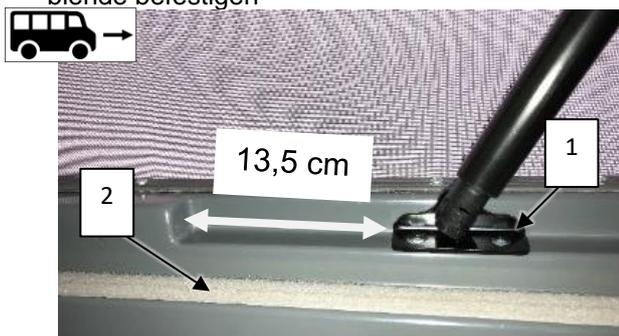

Abb. 9-1: Dämpferposition und Flauschband
- Die Dämpferhalter (s. Abb. 9-1, 1) mit dem Kugelkopf zur Fahrzeugmitte und mit einem Abstand von 13,5 cm von der Kante auf dem EasyFit-Rahmen verschrauben
- Das selbstklebende Flauschband (2) im Auflagebereich des Schlafdachbettes auf den Rahmen aufkleben. Es verhindert ein Klappern des Bettes während der Fahrt
- Im Bereich des Dachdurchstiegs das Flauschband zur Befestigung der Stoffblende (3) ankleben und die Stoffblende befestigen